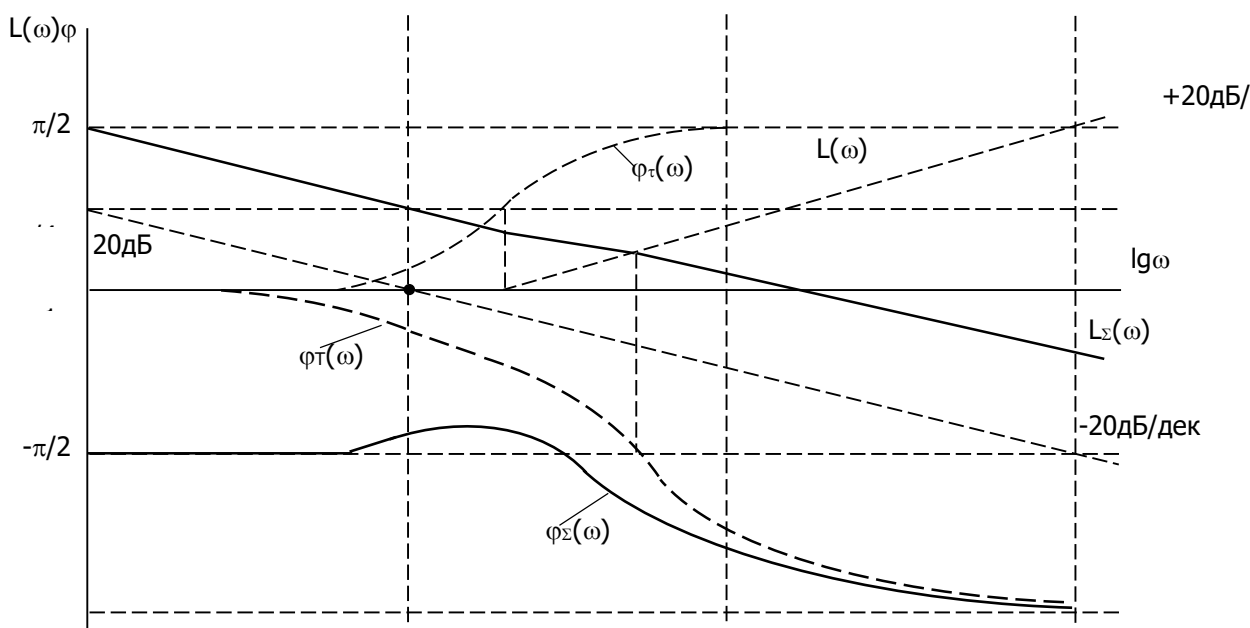

Рис. 1
3. По полученным данным на графике (рис. 1) в логарифмическом масштабе строим асимптотические АЧХ и ФЧХ отдельных звеньев.